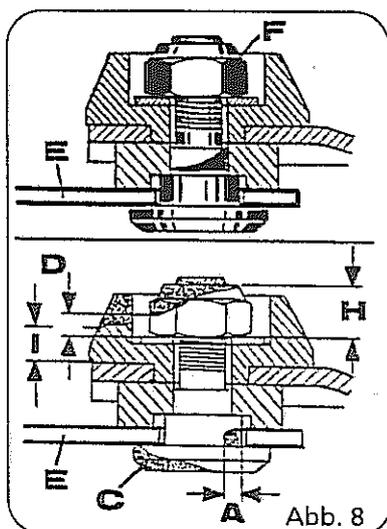

Abb. 8
2. Messerklingen nach Abb. 8, Pos. E einsetzen und die Muttern der Messerschrauben wieder fest anziehen (siehe auch Seite 22). Der Verschleiß der Messerklingen, Messerschrauben, Muttern und Transportringe ist regelmäßig zu kontrollieren. Bei zu starker Abnutzung (Abb. 8, Pos. A, C und D) sind diese auszuwechseln (siehe auch Seite 22).